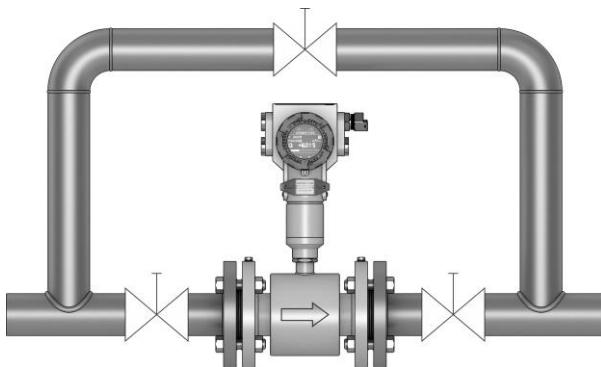

Рисунок 3.13 – Монтаж расходомера (в узел байпаса)
3.1.4.15 Монтаж расходомера в узел байпаса рекомендуется выполнять на основную магистраль (рисунок 3.13). При измерении расхода задвижки должны быть полностью открыты.